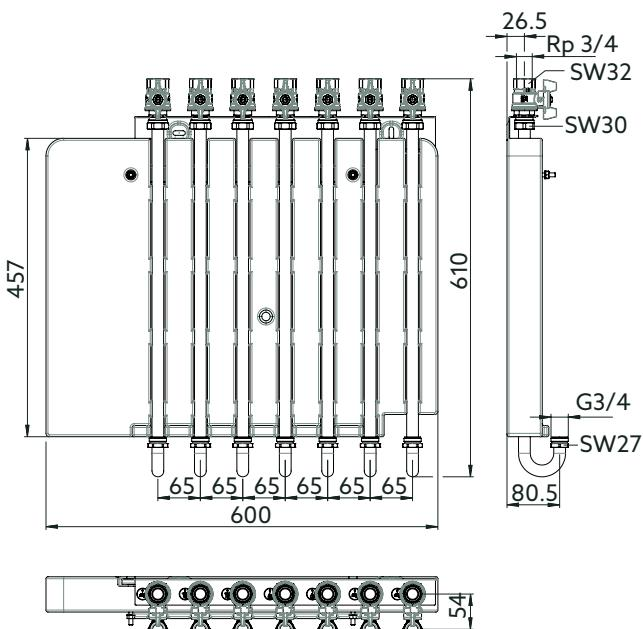

Abb. 2: Abmessungen
- 1 Halten Sie das Kugelhahnanschluss-Set in gewünschter Höhe waagerecht an die Wand. Beachten Sie die Abmessungen (siehe Abb. 2 auf Seite 6).